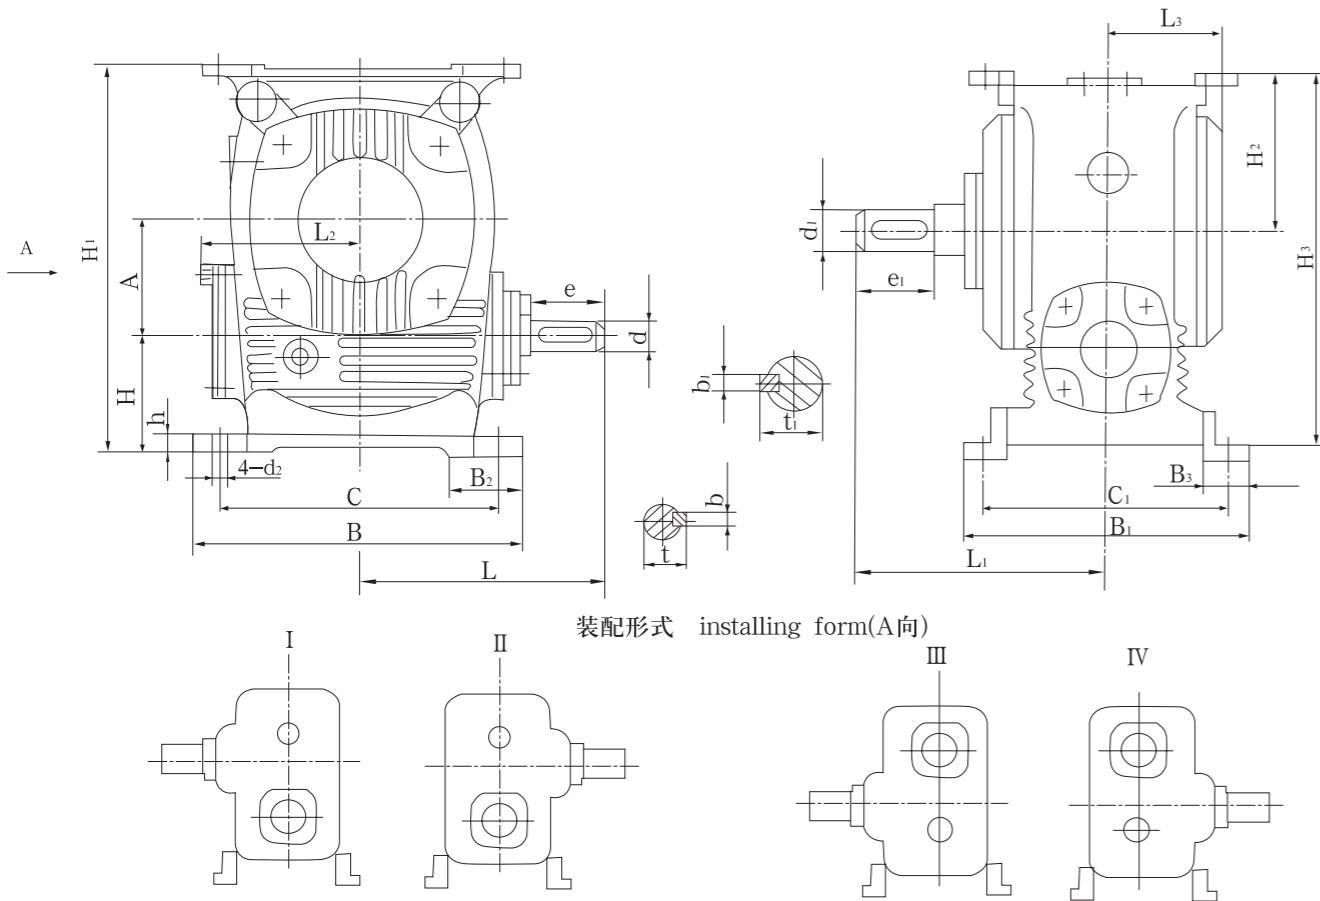
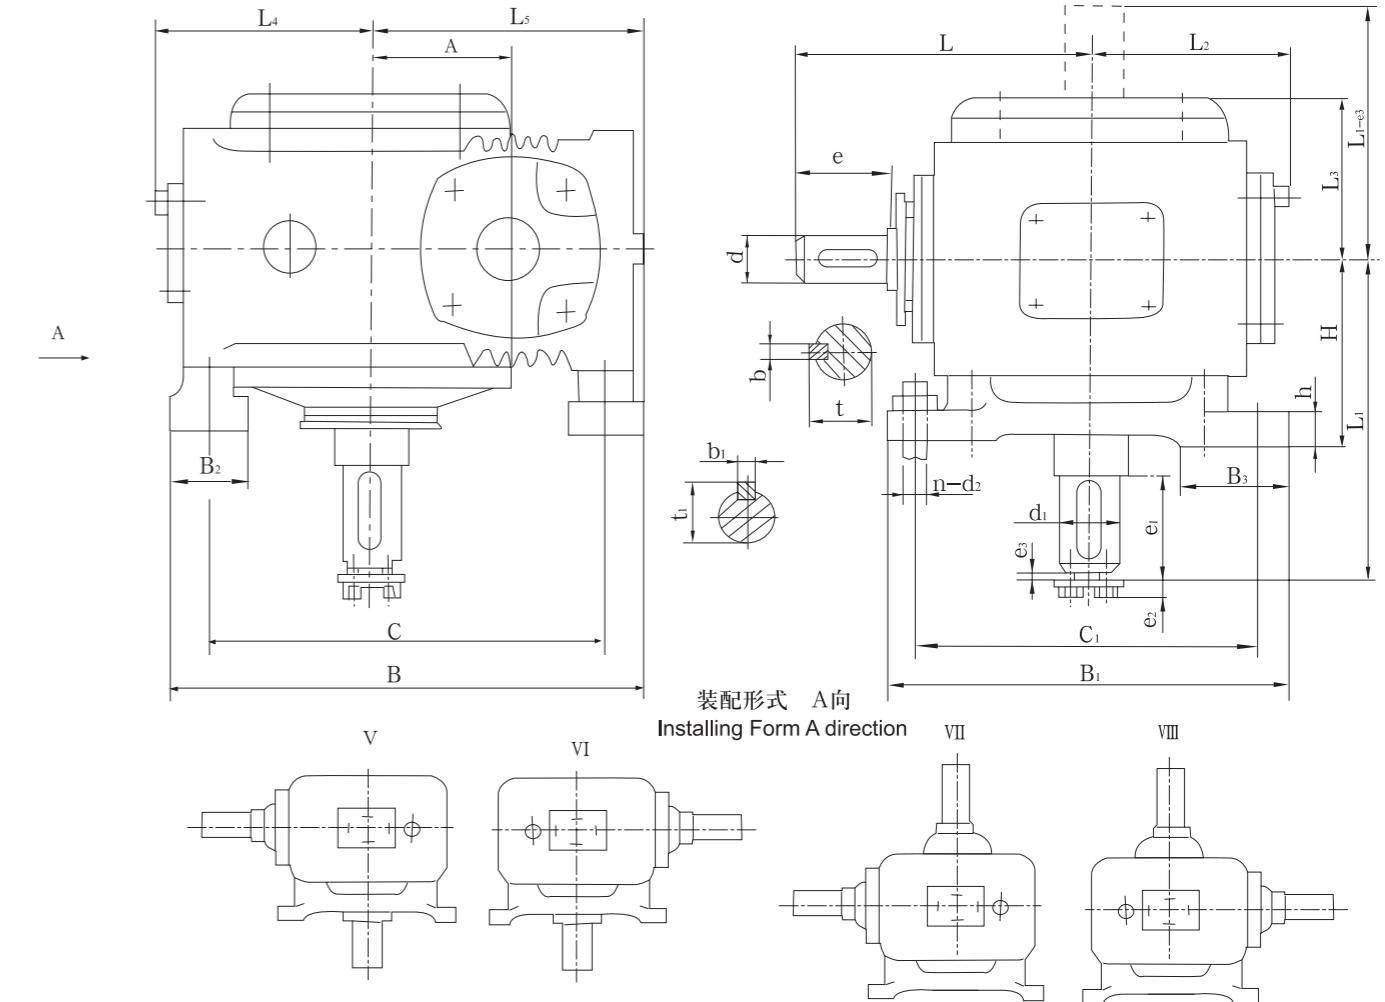

图 1 Drawing 1
图 2 Drawing 2
a) WHT型——通用型，见图1、图2。
#### 4.1 WHT 通用型系列减速器的外形及安装尺寸见图1、图2, 表3、表4。